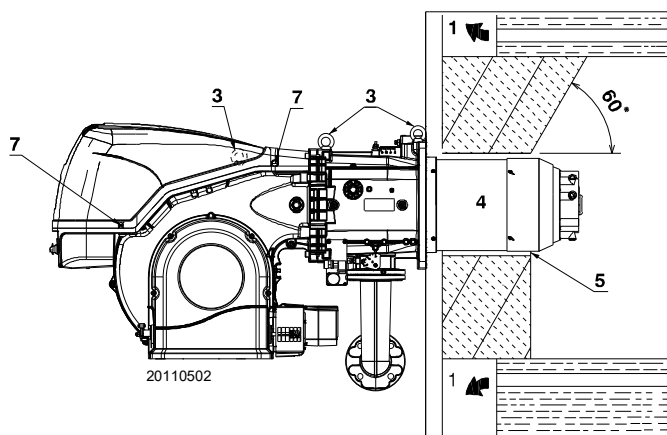

Рис. 13
В котлах с передним оборотом дымовых газов 1)(Рис. 13) или в двухходовых котлах защитите огнеупорным материалом 5) зону между огнеупорной частью котла 2) и жаровой трубой 4).
Предусмотрите соответствующую систему подъема посредством сцепления с кольцами 3)(Рис. 13) после снятия крепежных винтов 7) кожуха 8).
- Вставьте термозащиту из комплекта на жаровую трубу 4)(Рис. 13).